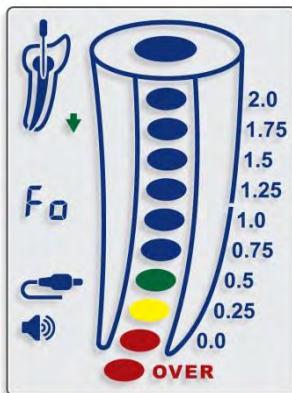

Fig. 11
- !** L'indicatore rosso **OVER** accompagnato da una serie di segnali acustici frequenti indica che la punta del file ha oltrepassato il forame ed è entrata nella regione periapicale - "Strumentazione oltre il forame" (Fig. 11).